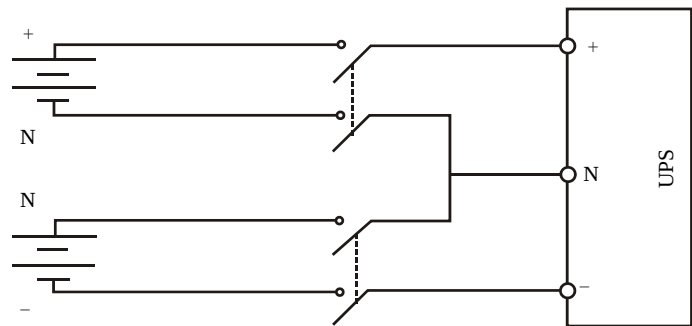

图6-8 电池、电池开关和 UPS 的接线图（电池端四线连接）
1. 当外置电池配置成正、负组独立配线时（即从电池端引出 4 根线），对于 UPS，由于额定电流的限制，推荐使用一个 4P 塑壳直流断路器（断路器直流额定电压要满足单极 250Vdc/两极 500Vdc/三极 750Vdc）或两个 2P 塑壳直流断路器（单个断路器直流额定电压要满足单极 250Vdc/两极 500Vdc）。电池、电池开关和 UPS 之间的连接图参照图 6-8。